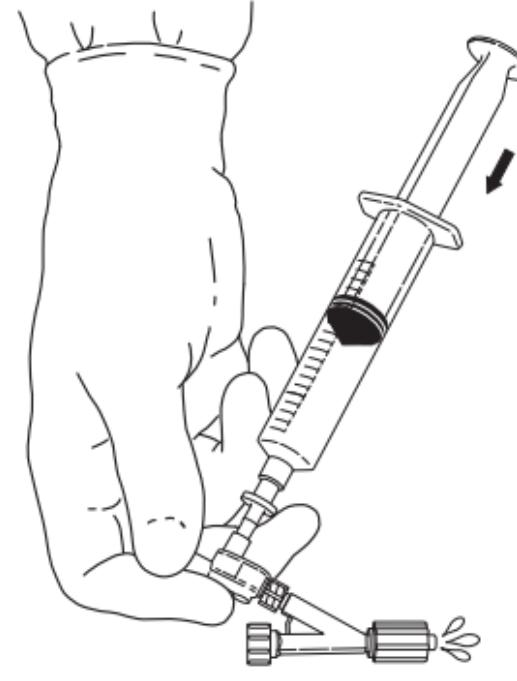

图3
5. 将一个拇指放在注射孔上，排出剩余的空气。将剩余的气泡慢慢地从双向止回阀和 Tuohy-Borst 接头中冲洗出去。(图3)